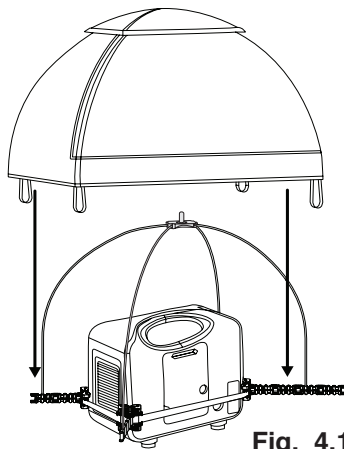

Fig. 4.1
- b. Placez l'auvent GenTent sur les tiges du cadre. Centrez le capuchon supérieur sur la broche du connecteur central. (Fig. 4.1) Assurez-vous que la couverture GenTent Canopy est généralement égale et de niveau.